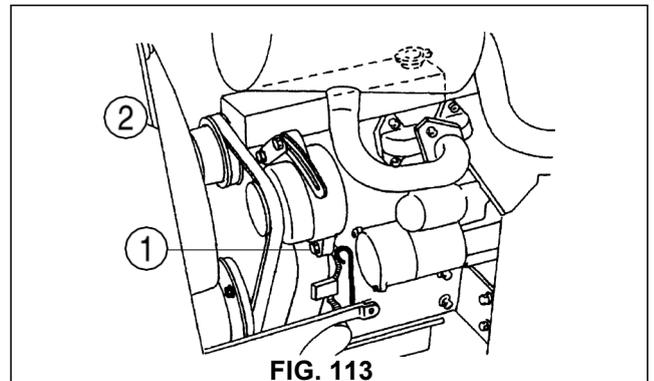

FIG. 113
FIG. 113: Para ajustar la tensión de la correa, afloje el perno pivote del alternador (1) y el perno de la pata de tensión (2). Tire del alternador hacia arriba para tensar correctamente la correa y apriete primero el perno (2) y seguidamente el perno pivote (1).